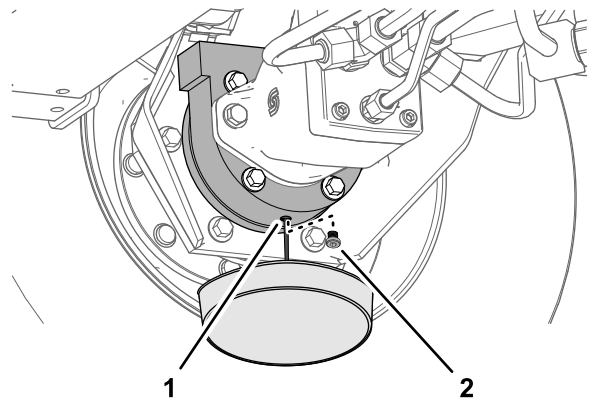

Figura 75
- Coloque un recipiente debajo del alojamiento del freno, retire el tapón de vaciado y deje que se drene el aceite totalmente (Figura 75).